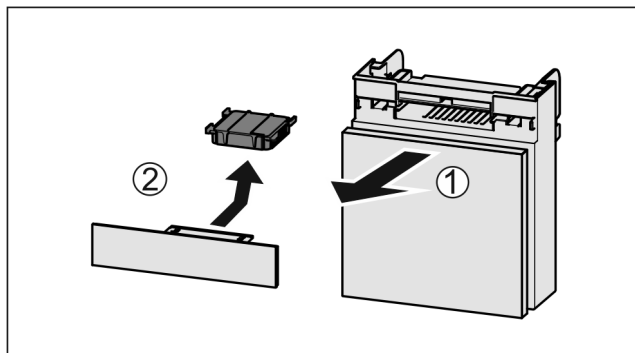

Fig. 171
- Wyciągnąć Fig. 171 (1) komorę do przodu.
- Wyjąć Fig. 171 (2) filtr z węglem aktywowanym.